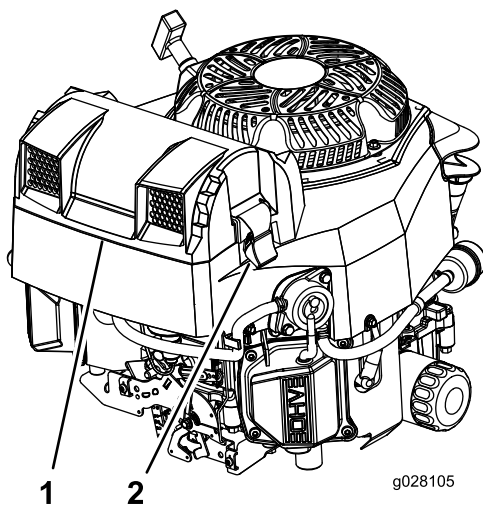

Figure 34
2. Déposez le couvercle pour accéder aux éléments filtrants (Figure 34).
3. Reposez le couvercle et fixez-le avec les verrous (Figure 34).